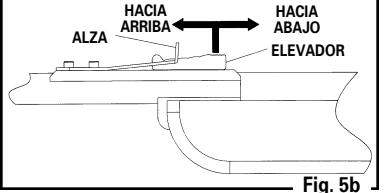

Fig. 5b
- Modelo RM277/RM377:** El alza puede ajustarse para disparar más arriba o más abajo (elevación). Mueva el elevador del alza hacia atrás para hacer que el perdigón pegue más arriba en el blanco. Mueva el elevador del alza hacia adelante para hacer que el perdigón pegue más abajo en el blanco. Cuando mueva el elevador, levante ligeramente el alza y reposicione la en la ranura deseada del elevador. (Fig. 5b)